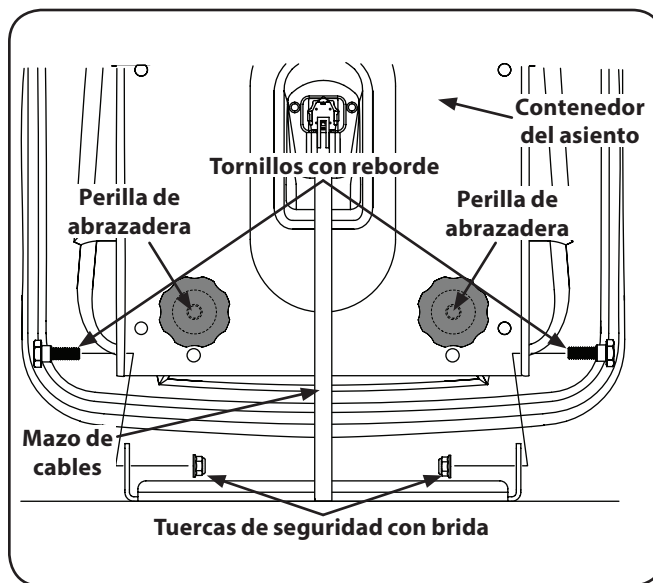

Figura 3-2
2. Quite los dos tornillos con reborde y las tuercas de seguridad con brida del contenedor del asiento tal como se muestra en la Figura 3-2.
3. Gire el asiento hasta la posición deseada y asegúrelo en su lugar con los tornillos de reborde y las tuercas de seguridad con brida que extrajo antes. Tenga cuidado de no doblar o dañar el cableado mientras instala el asiento. Vea la Figura 3-2.
Para ajustar la posición del asiento, gírelo hacia adelante y ubique la perilla de abrazadera en el frente y a la izquierda del contenedor del asiento. Consulte la Figura 3-2.